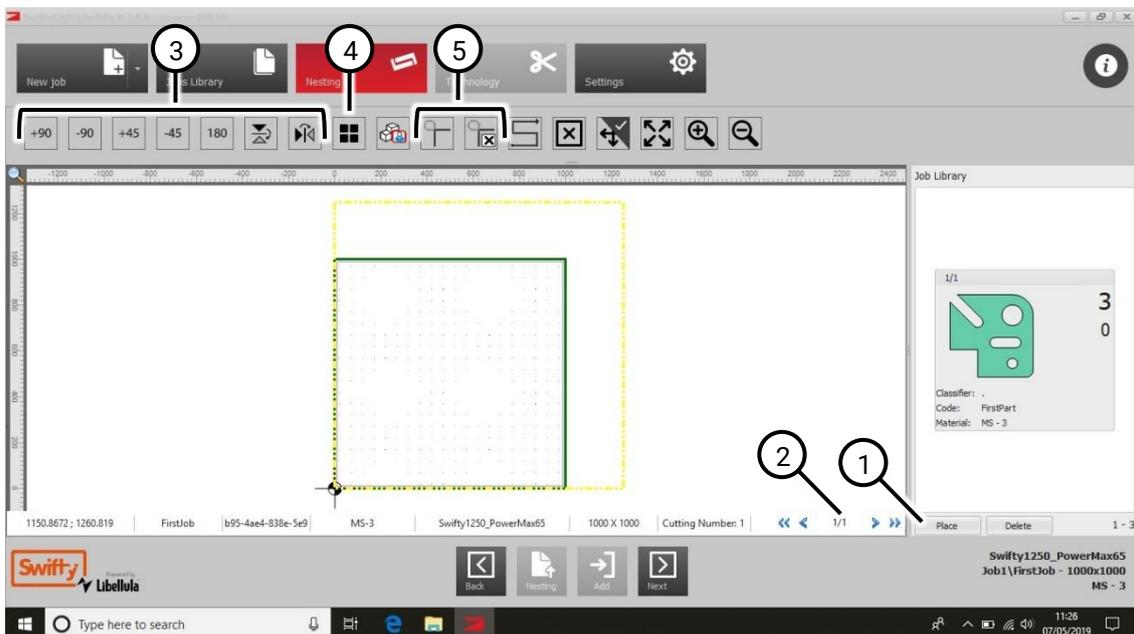

Abb. 55 Verschachtelungsbildschirm (Standardausführung)
- 4.2 Drücken Sie die Taste „Place“ (Platzieren) (Abb. 55 (1)). Die Form wird unten links in der Verschachtelungsvorschau hinzugefügt.